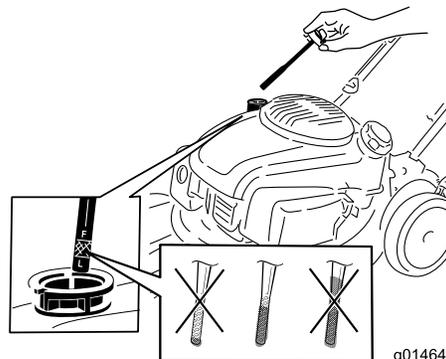

Figura 5
1. Retire la varilla (Figura 5).
2. Vierta aceite **lentamente** por el tubo de llenado hasta que el nivel de aceite llegue a la marca de Lleno de la varilla (Figura 5). **No llene demasiado.** (Capacidad máxima: 0.53 l (18 onzas), tipo: 10W-30 o SAE 30, aceite detergente con clasificación de servicio API, SJ, o superior.)
Nota: Cada vez que compruebe el nivel de aceite, retire la varilla y límpiela, introdúzcala en el cuello de llenado de aceite (**sin enroscarla**), luego retírela de nuevo y compruebe el nivel (Figura 5).